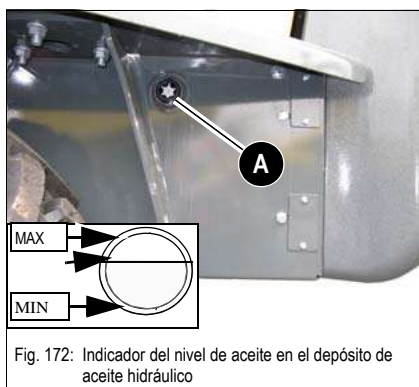

Fig. 172: Indicador del nivel de aceite en el depósito de aceite hidráulico
- El nivel de aceite debe encontrarse aprox. 1 cm (0.39") por encima del centro entre las posiciones **MIN** y **MAX**, según indican las flechas en la Fig. 172.